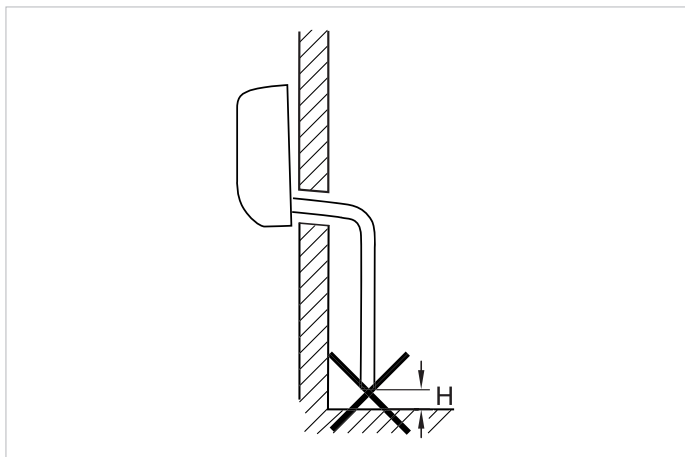

Abb. 9.4 Mindestabstand zum Boden.
- Installieren Sie die Kondensatleitung so, dass der Abstand zum Boden mindestens 5 cm beträgt (siehe Abbildung 9.4).